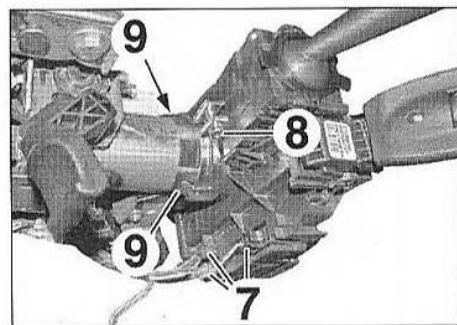

FIG.5
- Débrancher les connecteurs (7) du module de commandes sous volant (Fig.5).
- Desserrer au maximum, sans la déposer, la vis (8).
- Dégrafer les pattes de verrouillage (9) et libérer le module de commandes sous volant.